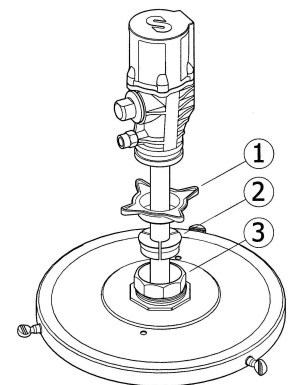

Fig. 2
These pumps must be mounted on drums using covers fitted with a 2" bung. Loosen the star nut (1) of the bung adaptor to remove the lower nut (3), and screw this into the 2" bung opening of the cover. Place the star nut (1) and the three jaws (2) on the suction tube. Introduce the pump through the opening and fasten the assembly at the desired height (fig. 2). Secure the cover to the drum with the thumbscrews.
Las bombas deben acoplarse a los bidones mediante tapas que dispongan de rosca 2" BSP H. Afloje la tuerca en estrella (1) del adaptador para extraer la parte inferior del mismo (3) y rosclarla en el brocal de 2" de la tapa. Coloque la tuerca en estrella (1) y las tres mordazas (2) del adaptador en el tubo, introduzca la bomba por el brocal y apriete el conjunto a la altura deseada (fig. 2). Fije posteriormente la tapa al bidón.
La pompe doit être fixée au fût à l'aide d'un couvercle doté d'un filetage 2" BSP (F). Desserrer l'adaptateur en étoile (1) de la bague de fixation afin d'extraire la partie inférieure de cette dernière (3) et la fixer à l'embouchure de 2" du couvercle. Placer l'adaptateur en étoile (1) ainsi que les trois mors (2) de la bague de fixation sur le tube de la pompe. Introduire la pompe par l'embouchure du couvercle et serrer le tout à la hauteur désirée (voir fig. 2). Fixer ensuite le couvercle au fût.